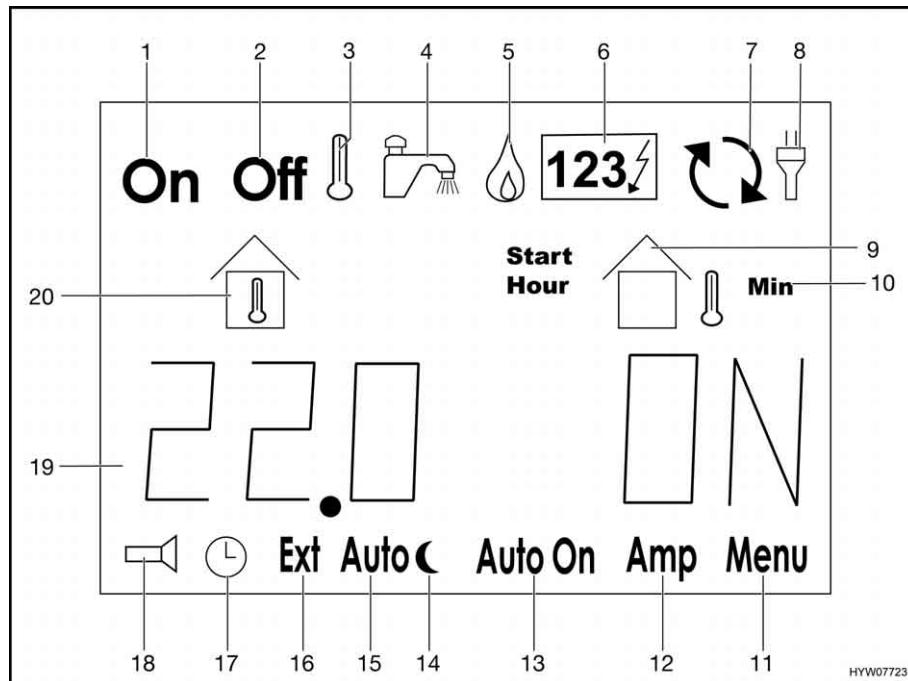

Fig. 93 Indicazioni sul display LCD
Nella riga informativa (Fig. 93,19) vengono indicati in forma testuale dati sulle temperature, tempi e stati di funzionamento oltre che alle segnalazioni di errore.
- Premere il tasto "►" (Fig. 92,4) finché il simbolo "gas" (Fig. 93,5) lampeggia.
- Premere il tasto "►" (Fig. 92,4) finché il simbolo "123" (Fig. 93,6) lampeggia.
- Premere il tasto "▷" (Fig. 92,4). Il simbolo "Off" (Fig. 93,2) lampeggiava.
- Premere il tasto "+/On" (Fig. 92,3). Il simbolo "On" (Fig. 93,1) lampeggiava. Il riscaldamento si avvia automaticamente.
- Premere il tasto "▷" (Fig. 92,4). Il simbolo "On" (Fig. 93,1) lampeggiava.
- Premere il tasto "-/Off" (Fig. 92,5). Il simbolo "Off" (Fig. 93,2) lampeggiava. Il riscaldamento si spegne.